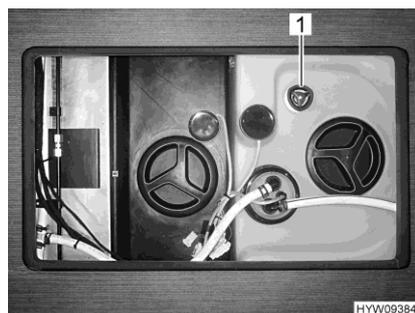

Fig. 210 Poignée tournante (réservoir d'eau)
- Faire tourner la poignée tournante (Fig. 210,1) située sur le réservoir d'eau dans le sens inverse des aiguilles d'une montre jusqu'au premier cran. L'eau s'écoule, env. 20 litres restent.
- Faire tourner à fond dans le sens des aiguilles d'une montre la poignée tournante (Fig. 210,1) située sur le réservoir d'eau.
- Faire tourner la poignée tournante (Fig. 210,1) du réservoir d'eau à fond dans le sens inverse des aiguilles d'une montre au-delà de la résistance pour ouvrir entièrement l'ouverture d'écoulement.